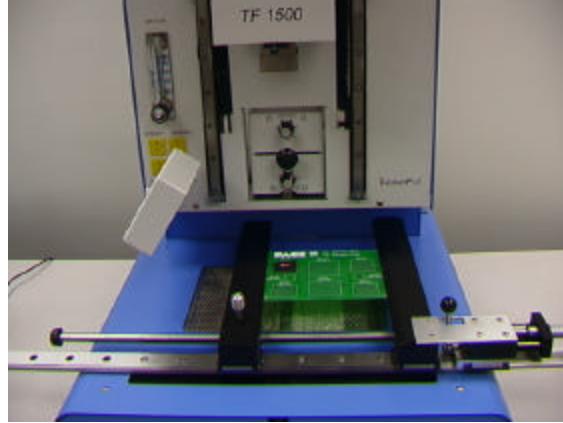

Figure 20
- ii. Positionnez la carte pour que la lumière rouge du laser soit à peu près au milieu du composant. Pour déplacer la carte vers l'avant et vers l'arrière, déplacez simplement la carte de circuits imprimés mécaniquement. Pour déplacer le montage vers la gauche et vers la droite, repoussez la poignée de verrouillage. Tirez la poignée de verrouillage vers vous pour sécuriser le montage. (Figure 20)